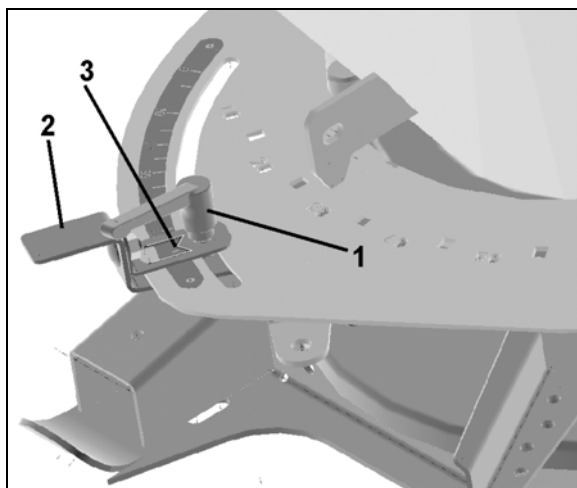

Fig. 36
1. Desserrez la poignée (Fig. 36/1).
2. Réglez la pointe repère (Fig. 36/3) sur la valeur souhaitée de l'échelle graduée à l'aide de la poignée (Fig. 36/2).